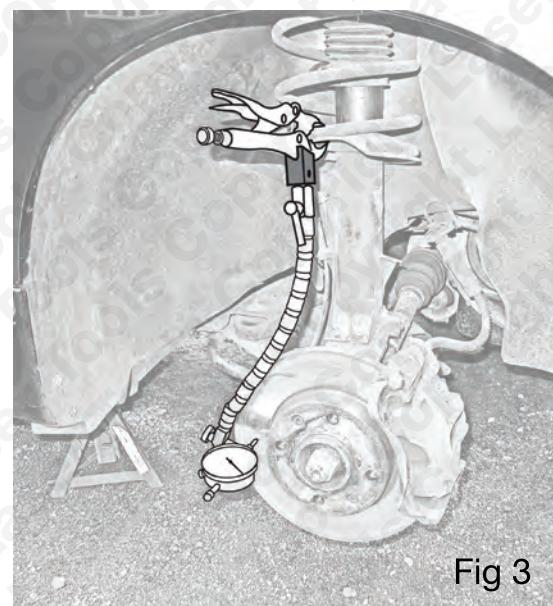

Fig 3
- À l'aide de la pince-étau, monter et verrouiller l'ensemble sur un point approprié de la suspension ou de montage sur le moyeu, suffisamment proche pour incliner la tige (**A**) de telle sorte que la touche de mesure du comparateur (**J**) contacte le disque de frein à 90° par rapport à la face du disque. Positionner le comparateur de façon à ce que la touche de mesure (**J**) soit enfoncée de 2 à 4 mm. Fig. 3